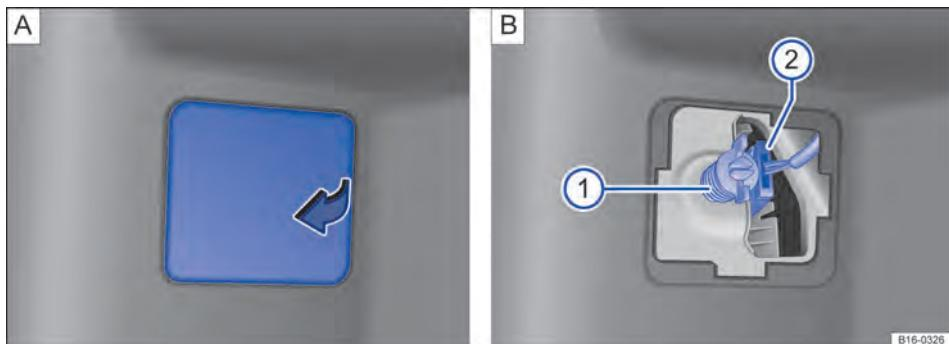

Fig. 183 Lateralmente no compartimento de bagagem: **A** abrir a cobertura do revestimento lateral traseiro, **B** remover a lanterna traseira.
3. Retirar a cobertura do revestimento lateral traseiro → **Fig. 183 A**.
4. Desaparafusar o parafuso de fixação da lanterna traseira → **Fig. 183 B** ① e retirar a lanterna traseira cuidadosamente da carroceria. Retirar o conector → **Fig. 183 B** ② do suporte da lâmpada.
| 9. | Segurar a lanterna traseira na posição de montagem com uma das mãos e rosquear o parafuso de fixação com a outra mão → Fig. 183 B ①. |